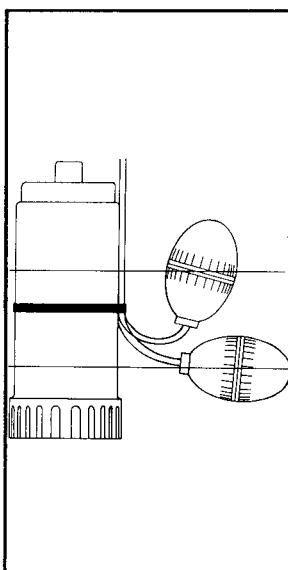

Fig.5
- la commande automatique d'une pompe d'évacuation ou de relevage. (voir fig.5)